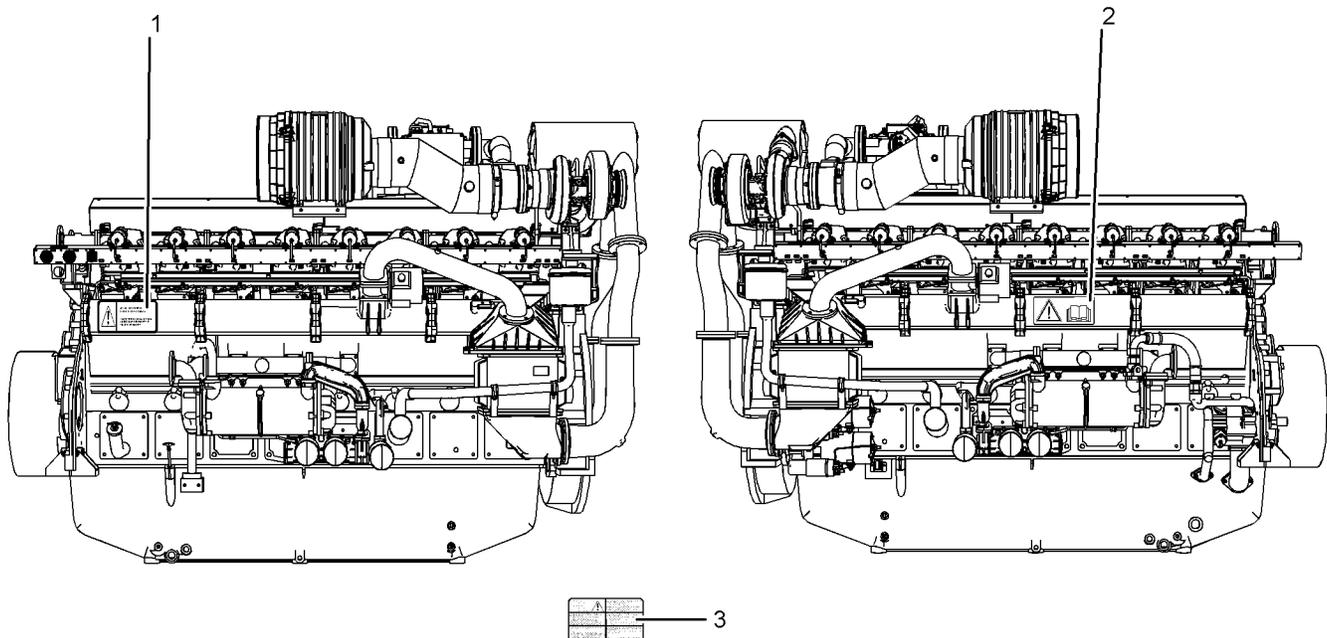

Ilustración 1
La etiqueta de advertencia para verificar el nivel de aceite del motor (1) está ubicada en el múltiple de admisión. Vea la Ilustración 1.
La etiqueta de advertencia universal (2) está ubicada en el múltiple de admisión de aire en el lado derecho del motor. Vea la Ilustración 1.